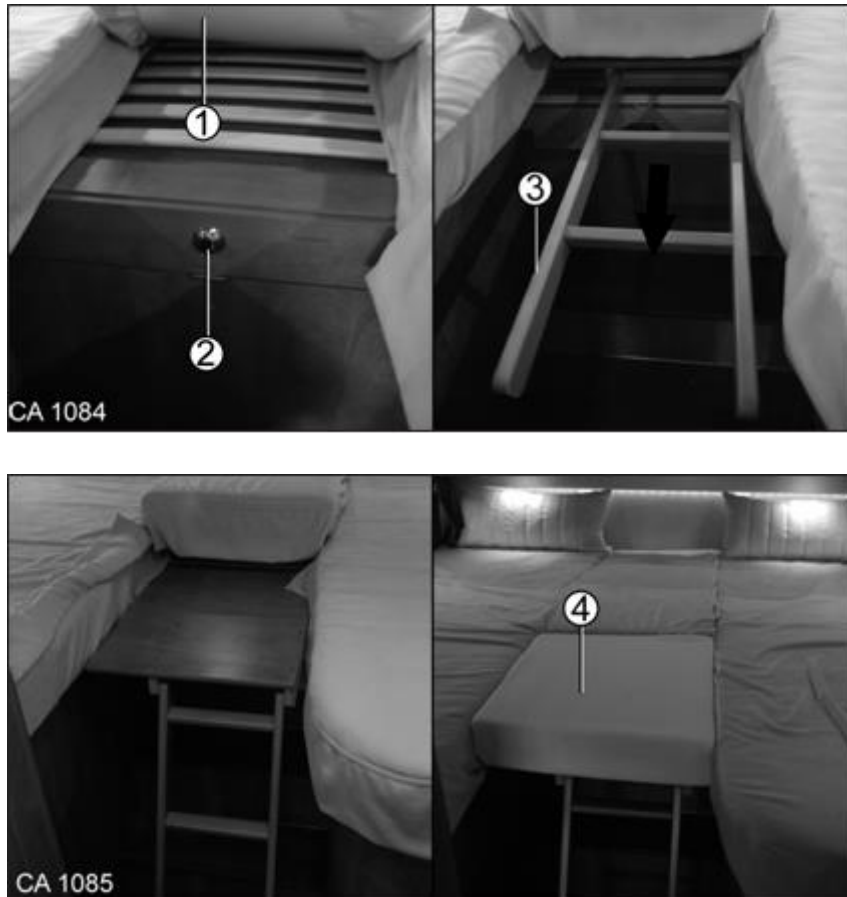

Fig. 79 Transformation des lits jumeaux
1. Soulever le coussin (Fig. 79/1) pour accéder à la fermeture push-lock.
2. Ouvrir la fermeture push-lock (Fig. 79/2).
3. Sortir complètement l'échelle (Fig. 79/3) en direction de la cabine.
4. Placer un coussin d'appoint (Fig. 79/4) sur la surface libre.
- Avant de prendre la route, rentrer complètement l'échelle (Fig. 79/3) et fermer la fermeture push-lock (Fig. 79/2).